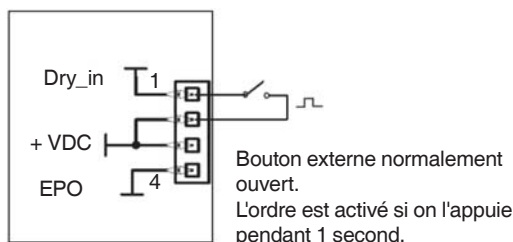

Fig. 14. Installation bouton bornes "Dry_in".
- Lors d'appuyer sur celui-ci pendant 1 second, le circuit activera l'ordre opposée de l'état actuel de l'inverter, c'est-à-dire, s'il est arrêté sera mis en marche et vice-versa, si l'inverter est en marche celui-ci l'arrêtera (voir figure 14).